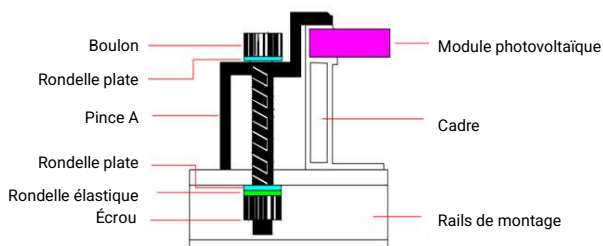

Figure 4
- La pince doit être en alliage d'aluminium anodisé ou en inox. Les détails de montage sont illustrés dans les **figures 4 et 5** suivantes.